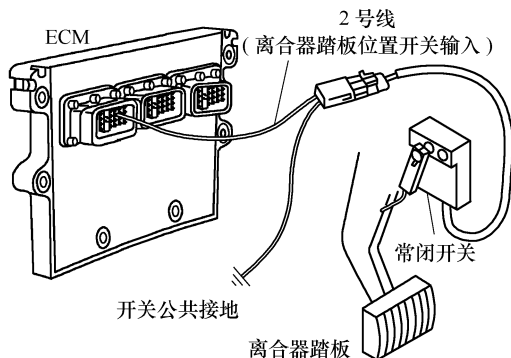

图 5-30 离合器踏板位置开关电路的组成
(1) 概述 离合器踏板位置开关电路用于停用 PTO 和巡航控制特性。该电路由常闭开关、导线 2 (离合器踏板位置开关输入) 和地线组成, 如图 5-30 所示。离合器踏板位置开关安装并调整后,